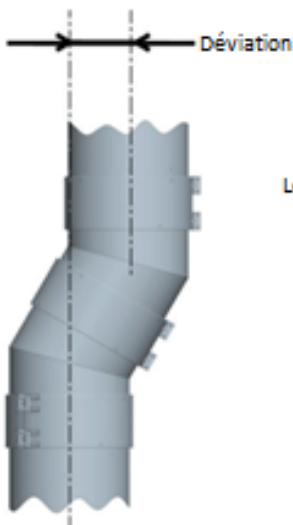

Figure 43: Déviation Minimale pour chaque coude
2. Le réglage minimum de déviation réalisé avec deux coudes directement connectés l'un à l'autre (voir la figure 43 et le tableau 15 & 16).